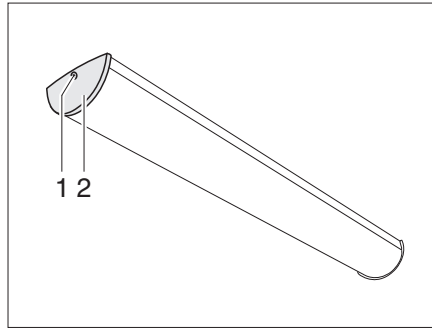

Fig. 263 Lámpara interior
- Extraer el tornillo (Fig. 263,1) y retirar la cubierta (Fig. 263,2).